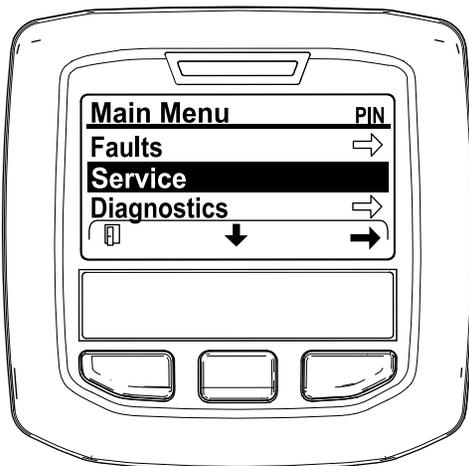

Bild 33
2. Navigieren Sie auf das HAUPTMENÜ, drücken Sie die mittlere Taste, um auf das Menü SERVICE zu navigieren; drücken Sie die rechte Taste, um die Option SERVICE auszuwählen (Bild 33).